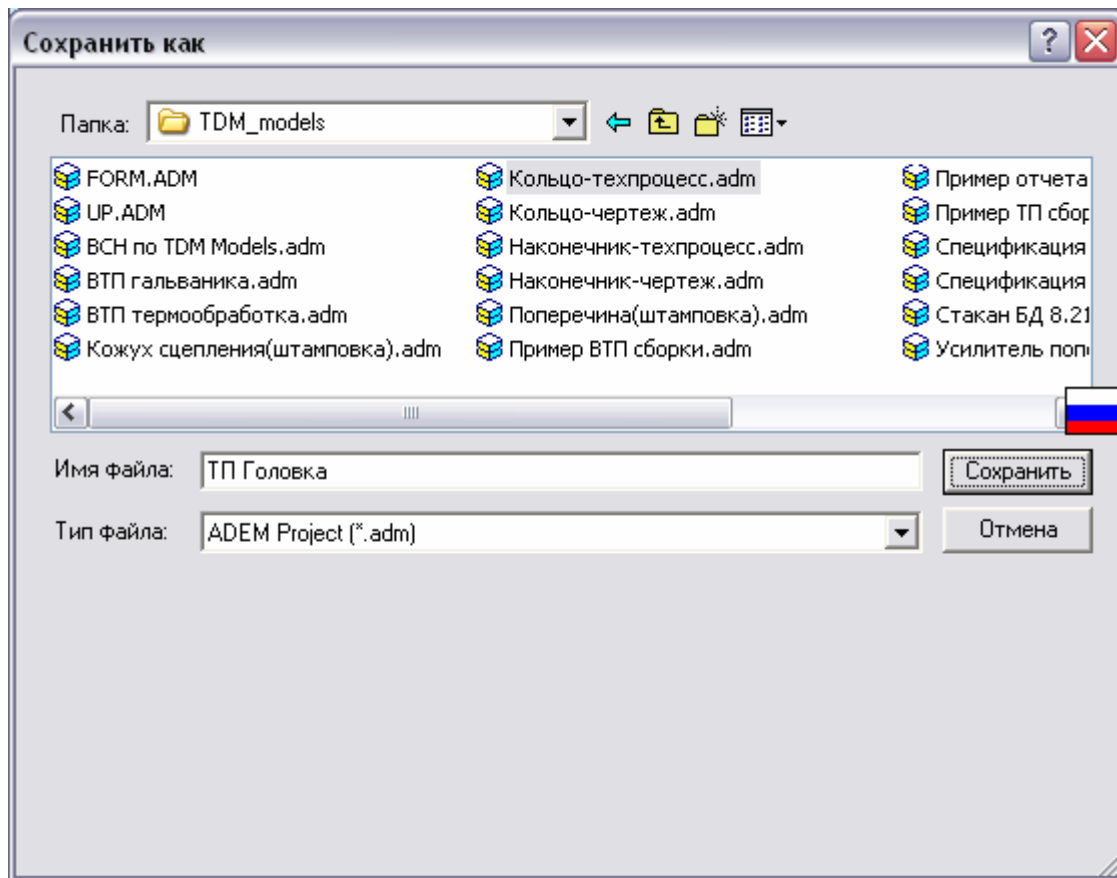

Рис. 3. Диалог «Сохранить как».
Сохранить документ можно с помощью команд **Сохранить** и **Сохранить как** в меню **Файл**. С помощью команды **Сохранить** сохраняется документ под его текущим именем. С помощью команды **Сохранить как** можно задать новое имя файла и каталог, в котором он будет сохранен (см. Рис. 3). Сохранить документ
2. Выберите каталог, введите имя файла (см. Рис. 3);